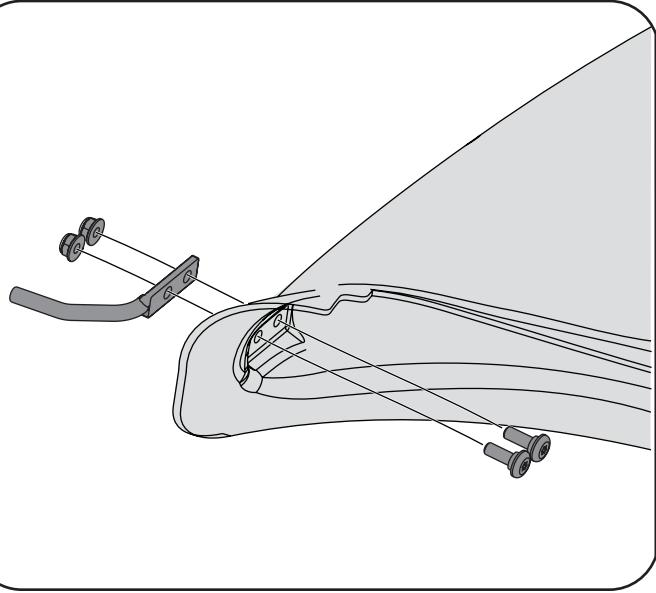

Figura 19
1. Coloque el montaje de la varilla del maletero (747-06043) en el maletero con 2 tornillos con reborde (738-1225) y dos tuercas de seguridad con brida (712-04064) del paquete de engranajes 689-00636. Compruebe que los tornillos con reborde (738-1225) se colocuen en el interior del maletero. Consulte la Figura 19.